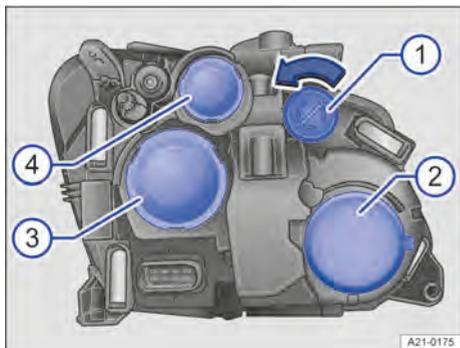

Fig. 143 No compartimento do motor: coberturas no farol esquerdo frontal.
1. Girar o suporte da lâmpada até o batente no sentido da seta → Fig. 143 .
1. Remover a cobertura de borracha no lado de trás do farol → Fig. 143 .
6. Colocar a cobertura de borracha na parte traseira do farol → Fig. 143 .
1. Remover a cobertura de borracha no lado de trás do farol → Fig. 143 ④.
6. Colocar a cobertura de borracha na parte traseira do farol → Fig. 143 ④.